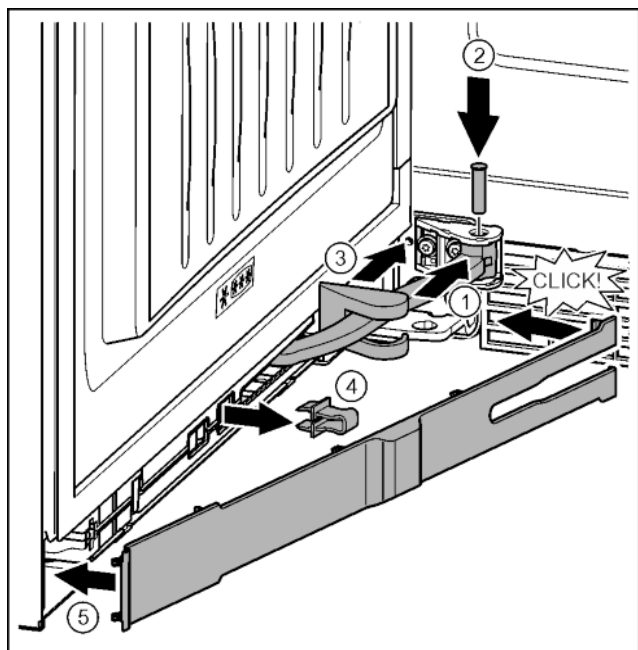

Fig. 40
- ▶ Otočte kloub v závěsu. Fig. 40 (1)
- ▶ Šroubovákem T15 vložte čep do závěsu a kloubu. Přitom dávejte pozor, aby byla zajišťovací vačka správně usazena v drážce. Fig. 40 (2)
- ▶ Posuňte kryt stojanu ložiska podél kloubu a namontujte nad závěsem. Fig. 40 (3)
- ▶ Pojistku vytáhněte. Fig. 40 (4)
- ▶ Záslepka na straně madla nasadte a sklopte. Fig. 40 (5)